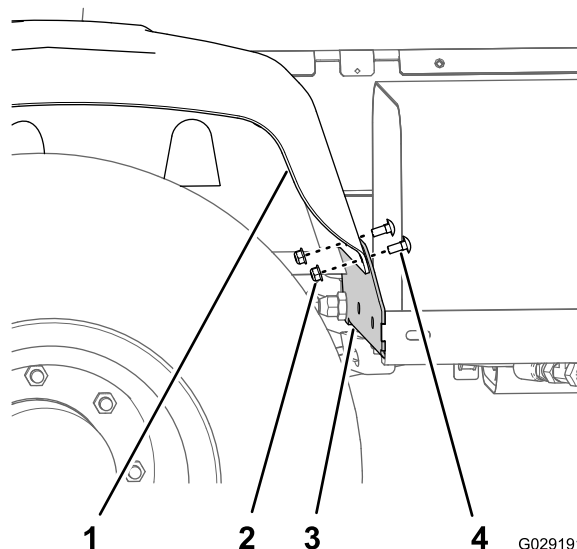

図 4
1. 右後フェンダを前フェンダブラケットに固定しているキャリッジボルト2本とフランジロックナット2個を取り外す 図 4。